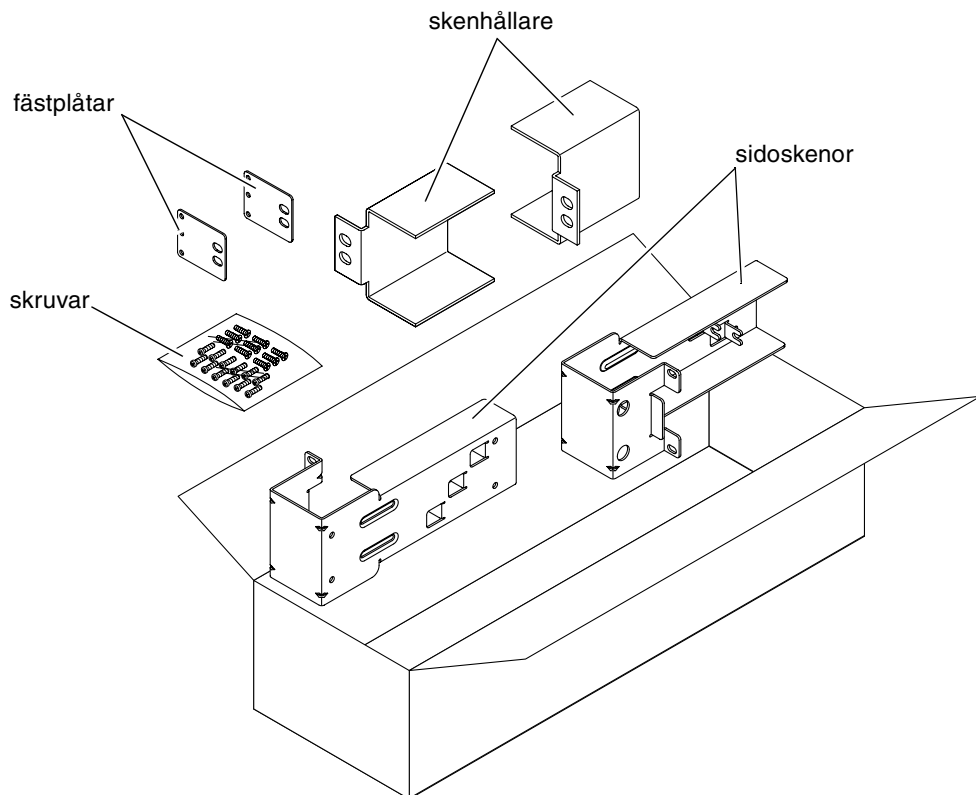

BILD 3-23 Innehåll i paketet för 23-tums 2-bensrack
1. Ta fram sidoskenorna från rackpaketet (BILD 3-23).
3. Ta fram skenhållarna från rackpaketet (BILD 3-23).
7. Om du installerar i en miljö med mycket vibrationer ska du använda de bakre fästplåtarna och skruva fast servern i racket (BILD 3-23).